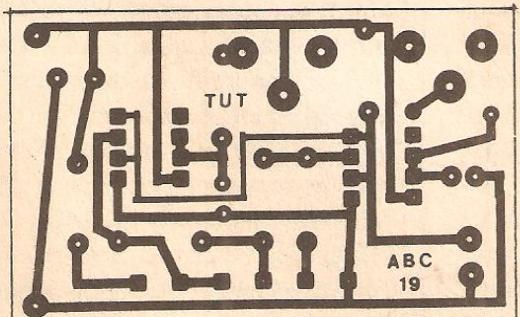

FIG. 3
- FIG. 3 - LAY OUT DO CIRCUITO IMPRESSO ESPECÍFICO - Em tamanho natural, a figura mostra o padrão cobreado de ilhas e pistas necessários à interligação dos componentes do TUT... Apesar da presença dos dois Integrados (aliás, por causa dessa presença...) não há grandes complicações ou congestionamentos no lay out, que poderá ser facilmente traçado com decalques apropriados.